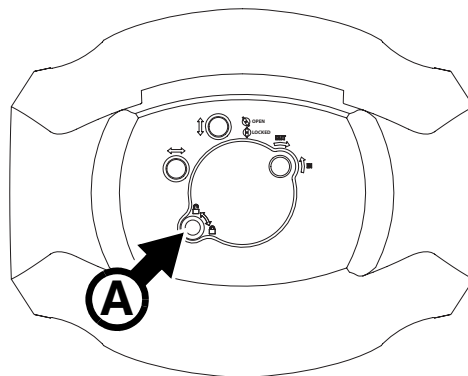

Figure 8: Accès à la lampe
3. Voir Figure 8. Dévissez la vis Torx 20 repérée **A** et ouvrez le capot.